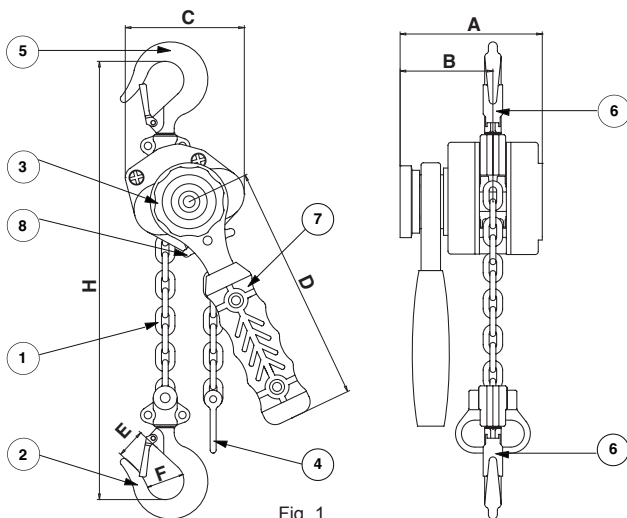
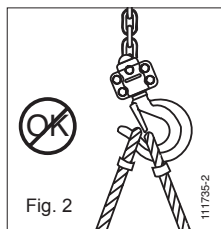

Fig. 1
Fig. 2
Il paranco Bravo™ AC è fornito dotato di una catena di sollevamento (contr. 1, fig. 1) di altezza standard di alzata di 1,50 m. La catena di sollevamento è costituita da un solo filo con alla sua estremità un gancio di sollevamento (contr. 2, fig. 1).
L'estremità libera della catena è dotata di un arresto di fine di corsa basso (contr. 4, fig. 1).
1. Verificare che il paranco Bravo™ AC sia correttamente sospeso al gancio relativo di sospensione (contr. 5, fig. 1) e che la linguetta di sicurezza del gancio (contr. 6, fig. 1) sia correttamente chiusa (vedere figure 2 e 3).
1. che l'accessorio di aggancio del carico porti a fondo il gancio e non impedisca la chiusura della linguetta di sicurezza (vedere fig. 2 e 3).
Il paranco Bravo™ AC è manovrato per mezzo di una leva (contr. 7, fig. 1), azionata dall'operatore in movimento di va e vieni per sollevare o fare scendere un carico, tirare o applicare una tensione.